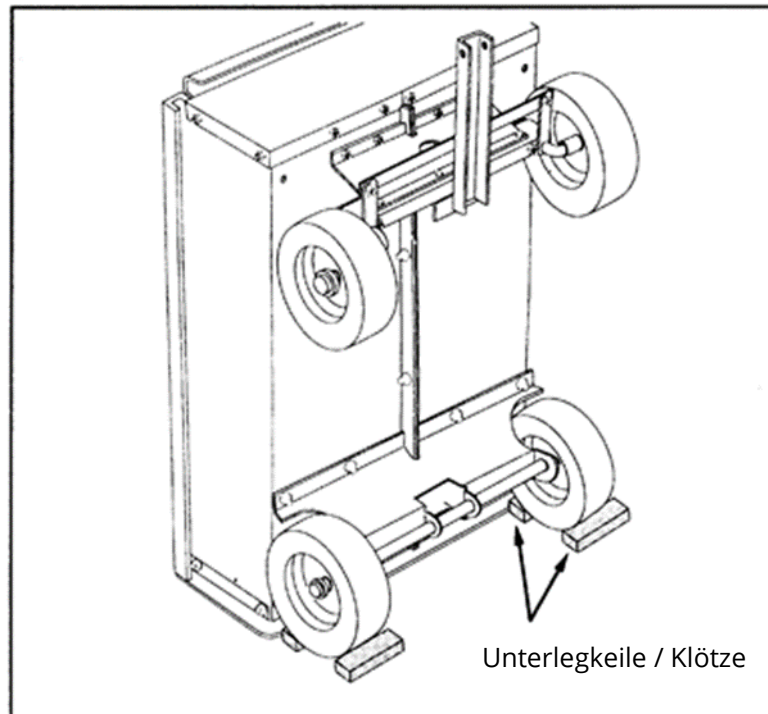

Abbildung 13
25. Nun kann der Anhänger auf alle 4 Räder gestellt werden. Es ist wichtig, dass Unterlegkeile / Klötze unter die Räder gelegt werden. Evtl. sollte ein Helfer dabei helfen. Siehe Abbildung 13.